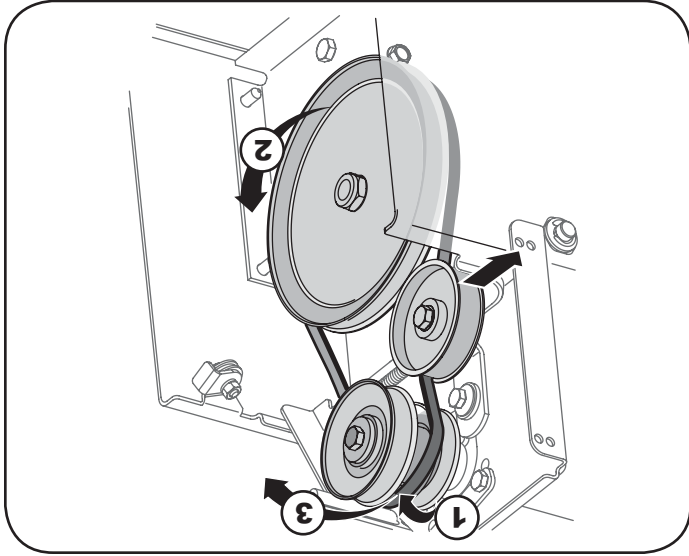

Figure 30
1. Eloignez la poulie de tension de l'arrière de la courroie d'entraînement pour relâcher la tension, puis dégagez la courroie de la poulie de tension. Voir la Figure 30.